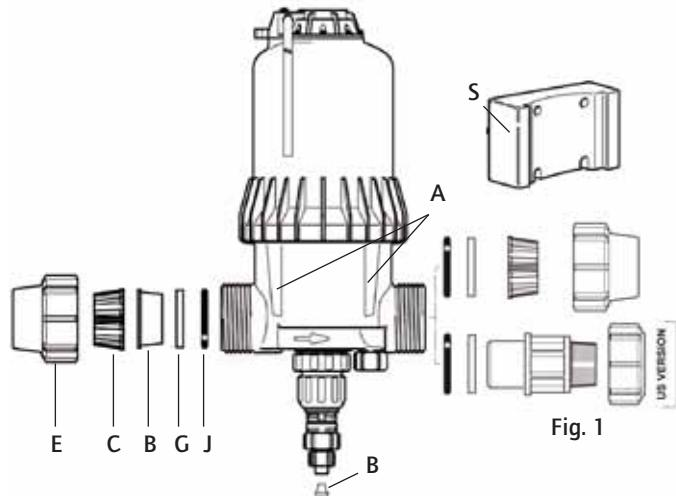

Fig. 1
- Engager les queues d'aronde du DOSATRON (Fig. 1-A) dans le support mural (Fig. 1-S).
- Enlever les écrous (Fig. 1-E) et les bagues crampées (Fig. 1-C) sur les orifices d'entrée et de sortie d'eau du DOSATRON.